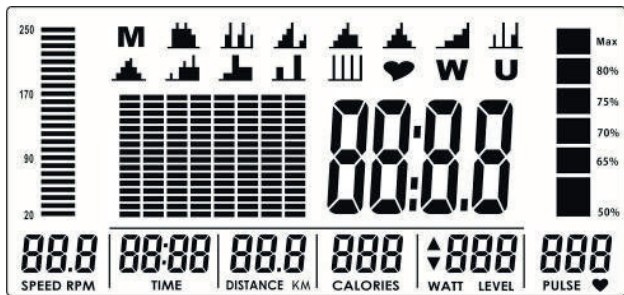

Abbildung 1
Die Konsole schaltet sich an und zeigt für zwei Sekunden alle Segmente auf dem LCD Bildschirm (Abb. 1).
1. Wählen Sie das Zielprogramm (M) und bestätigen Sie die Auswahl mit dem Encoder.
2. Legen Sie den Widerstand mit dem Encoder fest und bestätigen Sie mit dem Encoder (Abb. 1).